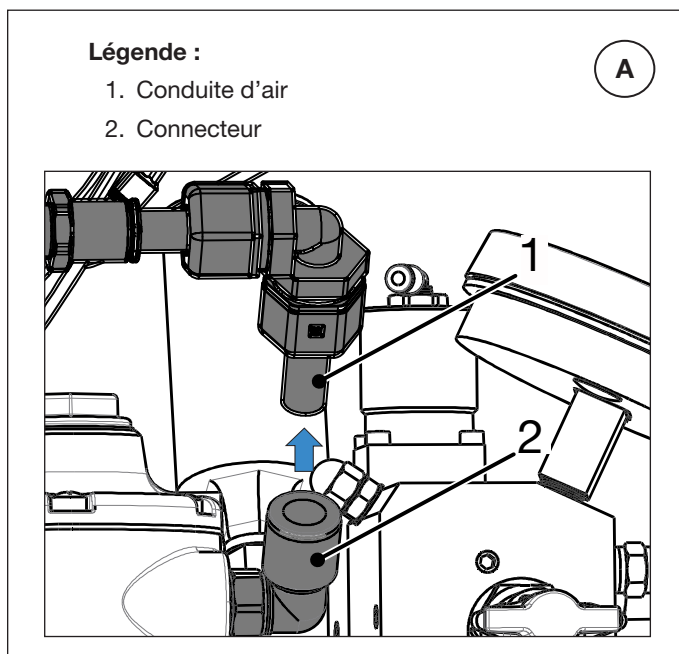
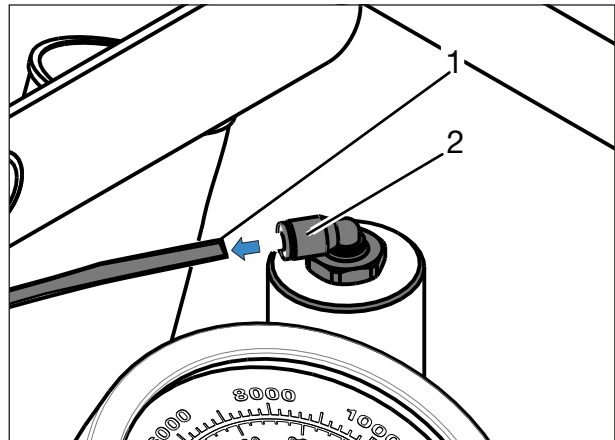

Figure 11 : Débranchez la conduite d'air à l'emplacement A
Figure 12 : Débranchez la conduite d'air à l'emplacement B
3. Débranchez les conduites d'air de la pompe aux emplacements A et B comme indiqué sur la Figure 11 et la Figure 12.
13. Rebranchez les conduites d'air de la pompe. Reportez-vous à la Figure 11 et à la Figure 12.